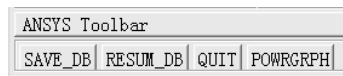

图 4-82 工具条
(5) 在“Contact Component or Part no.”后选择“1”；在“Target Component or Part no.”后选择“2”（以上操作表示在甲球和乙球之间设置面面自动接触），然后单击“Apply”按钮，又弹出“Contact Parameter Definitions”窗口。
(6) 单击“Contact Parameter Definitions”窗口中的“OK”按钮，又弹出“Contact Options”窗口。
(7) 在“Contact Component or Part no.”后选择“1”；在“Target Component or Part no.”后选择“3”，然后单击“Apply”按钮，再次弹出“Contact Parameter Definitions”窗口。
(8) 单击“Contact Parameter Definitions”窗口中的“OK”按钮，再次弹出“Contact Options”窗口，在“Contact Component or Part no.”后选择“2”，在“Target Component or Part no.”后选择“3”，然后单击“OK”按钮。
(9) 单击操作界面左上角工具条中的“SAVE\_DB”按钮（见图 4-82），保存文件。